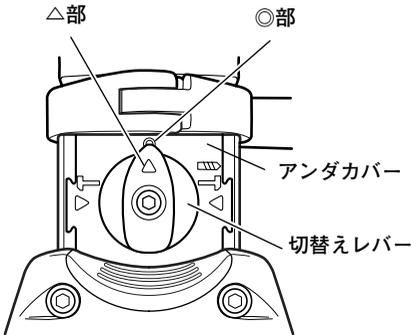

図 8
(2) コールドチゼルなどの工具の作業位置を決める場合
- 切替えレバーを引いてロックを解除し、回します。図8のように切替えレバーの△部とアンダカバーの◎部を合わせます。